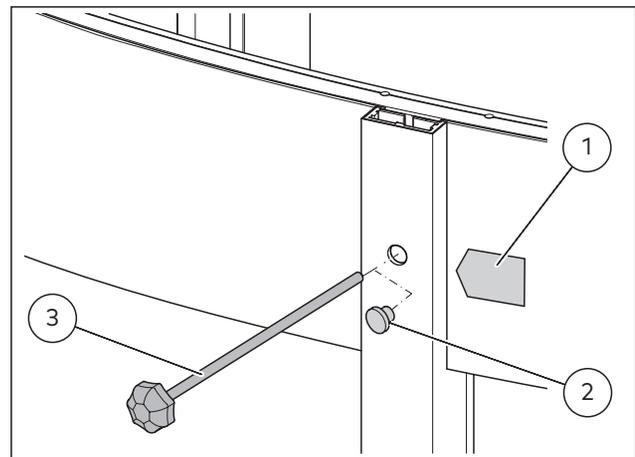

Fig. 7 Pêne de verrouillage
2. Retirer le bouchon (Fig. 7/2) dans le montant intérieur gauche pour accéder aux pênes de verrouillage.
La position du bouchon d'arrêt est marquée par un autocollant (Fig. 7/1). L'autocollant contient également des instructions pour déverrouiller le verrouillage électromécanique.
3. Utiliser la tige (Fig. 7/3) pour appuyer de nouveau sur le pêne de verrouillage dans le plafond tournant.